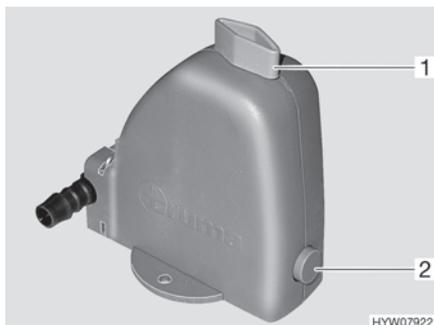

Fig. 112 Válvula de seguridad/purga
La calefacción está equipada con una válvula de seguridad/purga (Fig. 112). La válvula de seguridad/purga evita que el agua para la preparación de agua caliente se congele cuando no esté conectada la calefacción en caso de congelación.
- Cerrar la válvula de seguridad/purga. Para ello, girar el botón giratorio (Fig. 112,1) a la posición transversal en referencia a la válvula de seguridad/purga y hundir el botón (Fig. 112,2).
- Abrir la válvula de seguridad/purga. Para ello, girar el botón giratorio (Fig. 112,1) a la posición longitudinal en referencia a la válvula de seguridad/purga. El botón (Fig. 112,2) salta hacia fuera. El depósito de agua sanitaria se vacía hacia fuera a través de la válvula de seguridad/purga.